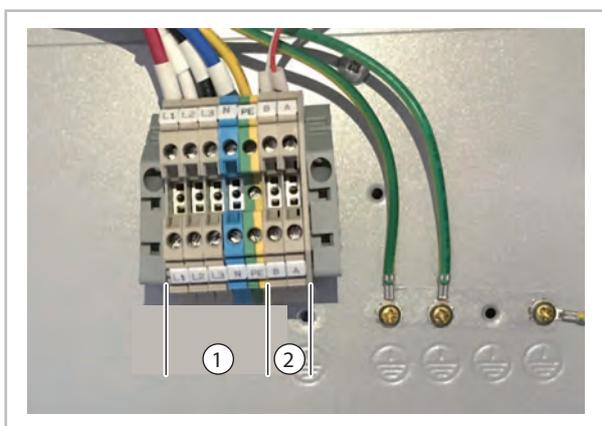

Fig. 9: Borne de raccordement du module externe WKF/WKF-compact 170
- En ce qui concerne la série WKF/WKF-compact 170, prenez en compte le fait que seules les bornes L1(R), L2(S), L3(T) et N sont raccordées (voir Voir la Fig. 9).